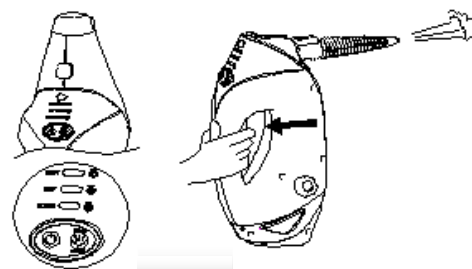

fig.13
- Appuyez sur l'interrupteur marche/arrêt (12) du corps principal, le voyant devient rouge, puis au bout de 25 secondes, il devient bleu. Pour changer de mode, appuyez sur la touche de COMMANDE DE LA VAPEUR pour sélectionner le mode DÉPOUSSIÉRAGE, BALAYAGE ou RÉCURAGE. Vous pouvez changer le mode de la vapeur pendant que le nettoyeur à vapeur portatif est en veille ou en cours d'utilisation. Maintenez enfoncé le déclencheur de vapeur pour commencer le nettoyage à la vapeur. (fig.13)